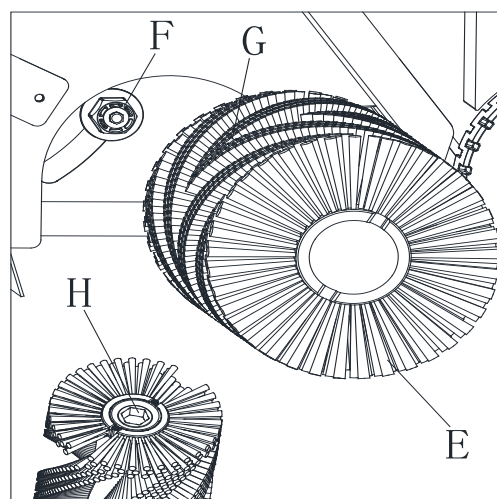

Figura 22
5. Quite el cepillo principal (E, figura 22).
6. Compruebe si hay polvo u otros objetos extraños (como cables, tela, etc.) en el cubo impulsor (F, figura 22). Si es así, quítelos.
7. Al instalar un cepillo principal nuevo, asegúrese de que la forma de las cerdas sea la que se muestra en (G, figura 22).
8. Al instalar un nuevo cepillo principal, alinee el cubo principal del cepillo (H, figura 22) con el cubo impulsor (F, figura 22).